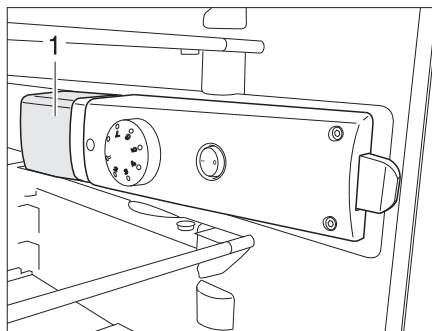

Fig. 381 Lámpara de frigorífico
- Agarrar atrás abajo la tapa de la lámpara (Fig. 381,1) y levantarla aprox. 3 mm.